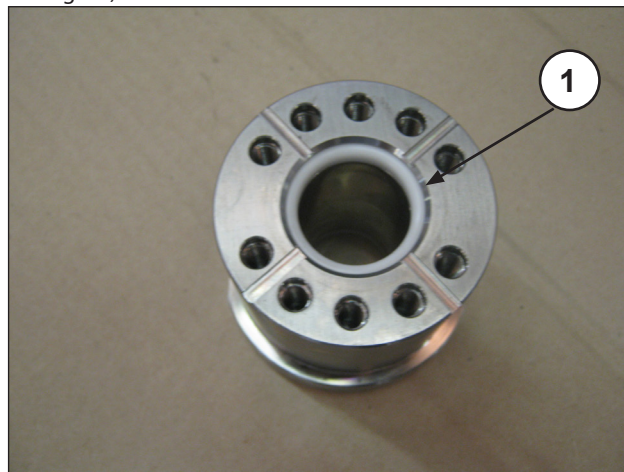

Fig. 55
- Inserire la guarnizione di tenuta nella camicia (pos. ①, Fig. 55).